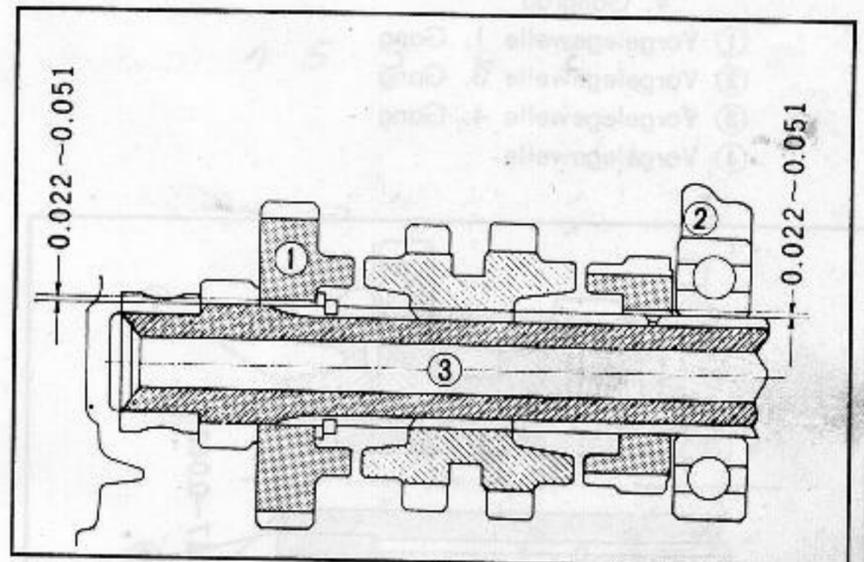

Abb. 3.88 Spiel zwischen Hauptwelle und 5. und 2. Gangrad
- (1) Spiel zwischen Hauptwelle und 2. Gangrad (Abb. 3.88)
- (2) Spiel zwischen Hauptwelle und 5. Gangrad (Abb. 3.88)